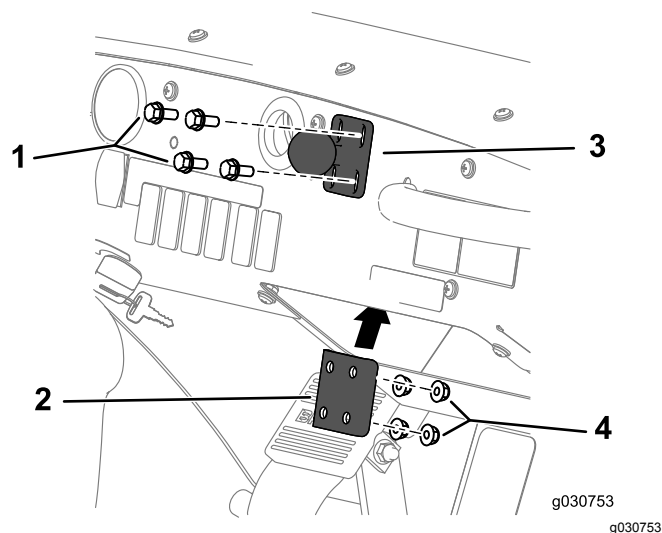

図 158
- 図 158 のように、ダッシュボードにボールピボット用マウントを取り付けるボルト $\frac{1}{4} \times 1\frac{1}{2}$ " 4 本、スティフナプレート、フランジロックナット $\frac{1}{4}$ " を使用する。